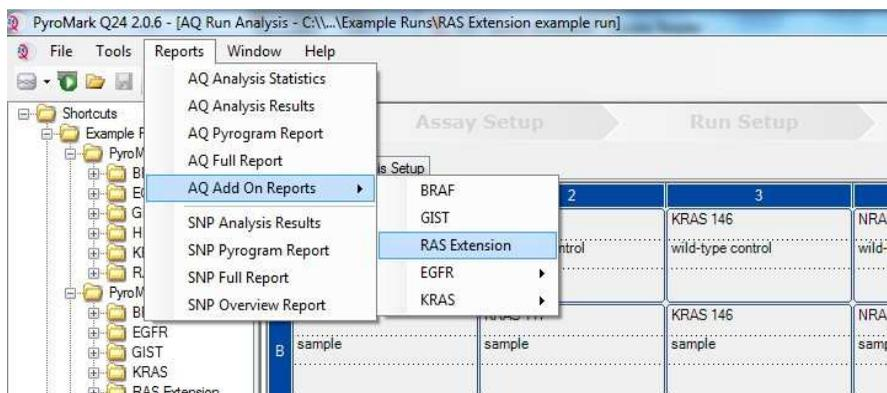

Figura 6. Menu RAS Extension Plug-In Report.
4. Utilizzando il RAS Extension Plug-In Report per generare un report plug-in, selezionare "AQ Add On Reports/RAS Extension" (Report aggiuntivi AQ/RAS Extension) dal menu "Reports" (Report) (vedere Figura 6).